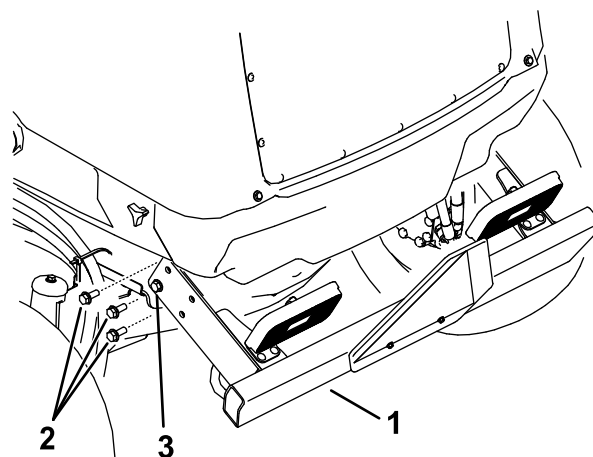

Figura 110
- Togliete le tre (3) viti flangiate da ciascun lato del paraurti posteriore, come illustrato nella Figura 110.
flangiate che fissano il paraurti posteriore al telaio (Figura 110).